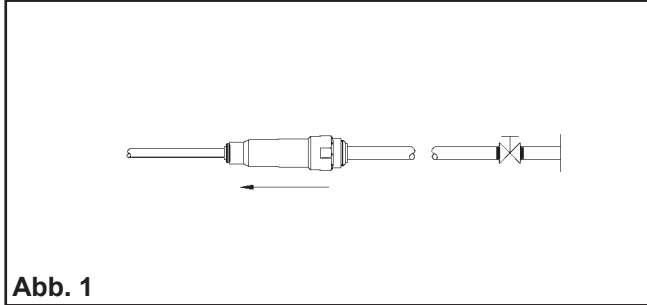

Abb. 1
2. Absperrventil an der Wasserversorgung installieren, (Ventil nicht mitgeliefert) (siehe Abb. 1).